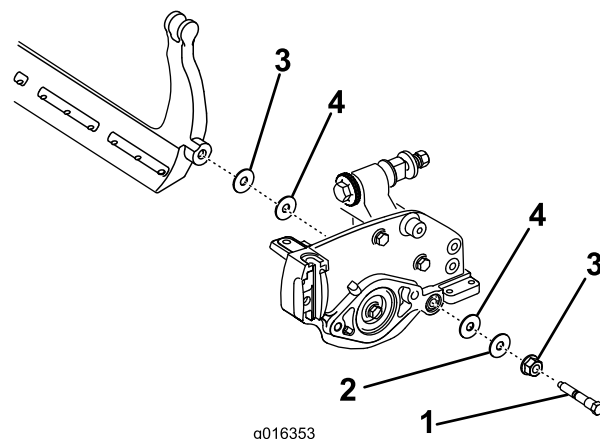

図 20
チール・ワッシャ1枚ずつがあるので注意する (図 20)。
2. ベッド・バー・ボルト (とボルトについているナット) とワッシャ6枚で、ベッド・バーを各サイド・プレートに固定する。ナイロン・ワッシャはサイド・プレートの両側のボスに嵌め込む。その外側からスチール製ワッシャを取り付ける (図 20)。ベッドバーボルトを 240-320 ft.-lb (27-36 N-m = 4.6-1.7 kg.m) にトルク締めする。左右の遊びが完全になくなって外側のスチール製ワッシャが回らなくなるまで (ただし決して締めすぎになったりサイド・プレートが変形したりしていない) ロックナットを締め付ける。内側のワッシャには遊びがあってよい。